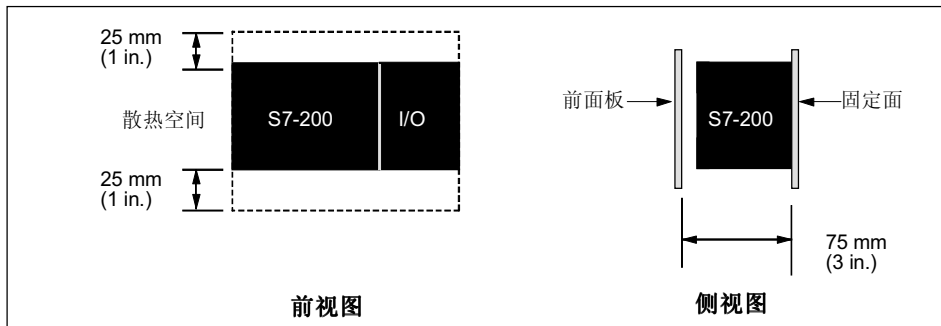

图 2-2 安装 S7-200 PLC 的水平和垂直空间要求
- S7-200 CPU 和扩展模块采用自然对流散热方式，在每个单元的上方和下方都必须留有 25 mm (1 英寸) 的空间，以便于正常的散热，参见图 2-2。所有的电气产品在最大负荷以及极限环境温度下连续工作，都会减少它们的使用寿命。
- 必须使板间深度保持 75 mm，参见图 2-2。